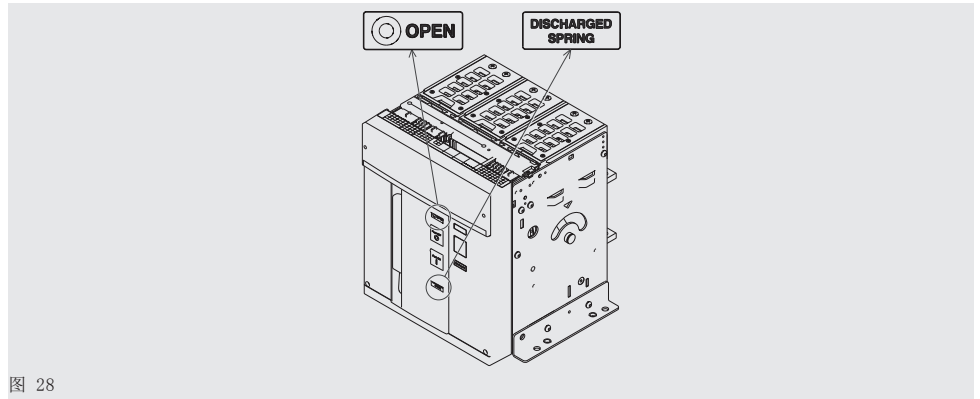

图 28
7. 确保断路器处于分闸状态（分闸/合闸指示器显示“0 - OPEN”），并确保弹簧未储能（弹簧状态指示器显示“white - DISCHARGED SPRING”），如图28所示。